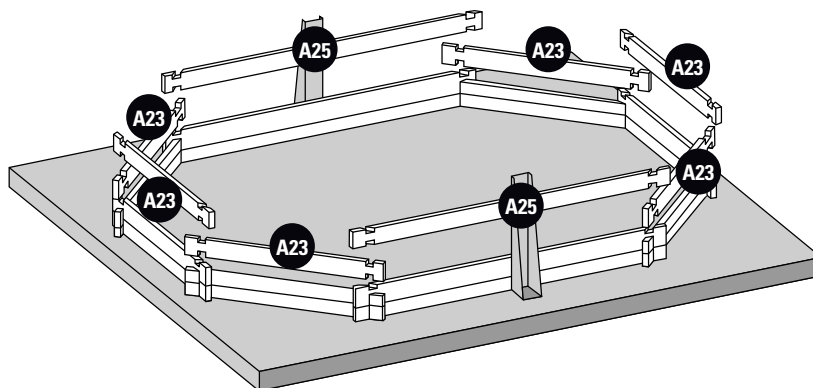

Fig. 4 / Abb. 4 / Afb. 4
**3rd LAYER OF BOARDS:** Install the third layer of boards as shown in figure 4. The position of the refilling fitting with the key and the skimmer should be defined at the start of the assembly (read the specific paragraphs).
**3ÈME RANGÉE MADRIERS :** Positionnez les madriers de la 3ème rangée conformément à la figure 4. Vous devez avoir déterminé l'emplacement de la buse de refoulement et du skimmer dès le début du montage (voir paragraphes spécifiques).
**3. BRETTERREIHE:** Platzieren Sie die Bretter der dritten Reihe laut Abb. 4. Zu Beginn der Montage müssen Sie die Lage des Druckventils und des Skimmers festlegen (lesen Sie hierzu die entsprechenden Abschnitte).
**3ª RIJ PLANKEN:** Plaats de planken van de derde rij zoals te zien is op afbeelding 4. U moet al bij aanvang van de montage bepalen op welke plaats het uitstroommondstuk en de skimmer moet komen (less de betreffende paragrafen).